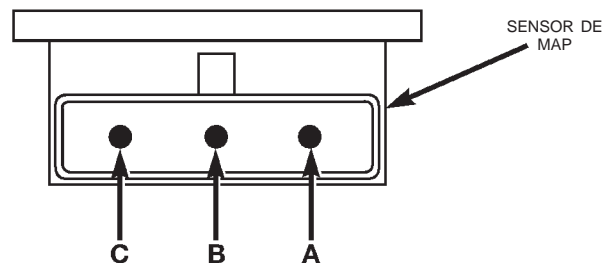

Fig. 34 Terminais do Conector do Sensor de MAP—Típicos
(2) Teste a voltagem de saída do sensor de MAP no conector do sensor de MAP entre os terminais A e B (Fig. 34). Com o interruptor da ignição ligado e o motor desligado, a voltagem de saída deverá ser de 4 a 5 volts. A voltagem deverá cair para 1,5 a 2,1 volts com uma condição de rotação de marcha lenta quente.
(3) Para verificar a condição do chicote de fiação, teste se a cavidade A-27 do Módulo de Controle do Trem de Força (PCM) apresenta a mesma voltagem descrita acima. Conserte-o conforme necessário.
(4) Teste a voltagem de alimentação do sensor de MAP no conector do sensor entre os terminais A e C (Fig. 34) com a ignição ligada. A voltagem deverá ser de aproximadamente 5 volts ($\pm 0,5V$). A cavidade A-17 do conector do chicote de fiação do PCM também deverá apresentar uma voltagem de cinco volts ($\pm 0,5V$). Conserte ou substitua o chicote de fiação conforme necessário.
(5) Teste o circuito de massa do sensor de MAP no terminal do conector do sensor—A (Fig. 34) e o conector A-4 do PCM. Conserte o chicote de fiação conforme necessário.